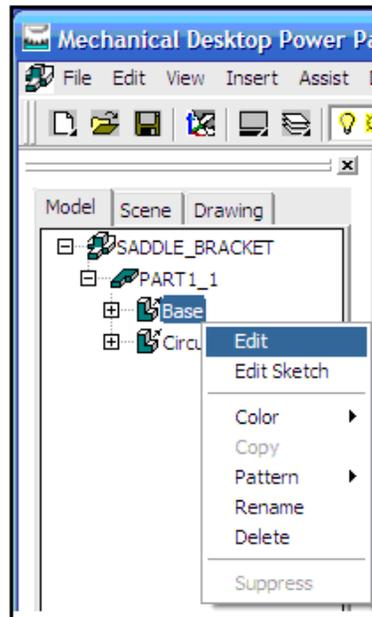

Figura 99
23. Seleccionamos el extruido *Base* de la ventana de *Desktop Browser* y damos un clic con el botón derecho del mouse, de la ventana que aparece seleccionamos la opción *Edit*, como se muestra en la *figura 99*.